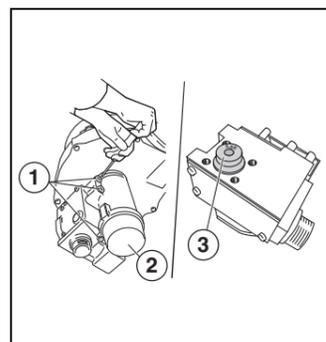

Fig. 9 Gasregelblok / Valvola del gas
- Draai de 3 schroeven los (→ fig. 9, [1]) en verwijder het gasregelblok van de venturi (→ fig. 9, [2]).
- Vernieuw de O-ringen op beide zijden van de nieuwe gasinspuiters (→ fig. 9, [3]).